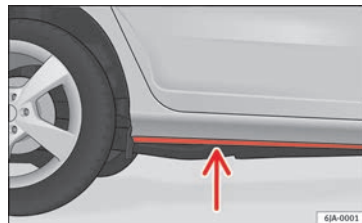

Bild 180 Körning genom vatten
- Fastställ vattendjupet innan du kör ner. Vattnet får inte gå högre än tröskeln **» bild 180**.